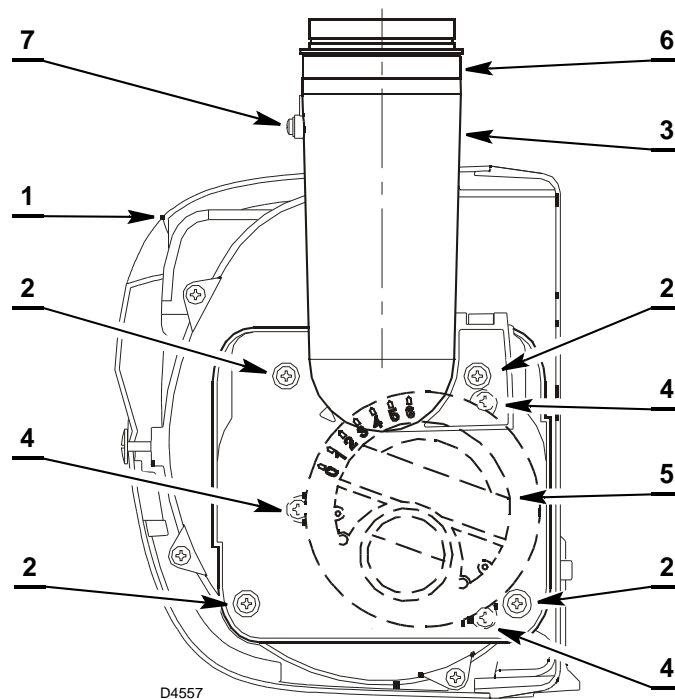

Fig. 18
Según la potencia del quemador, es necesario que regular el aire girando el aductor 5) (Fig. 18) y después el regulador 6).
- Quitar la envolvente del quemador 1) (Fig. 18), aflojar los cuatro tornillos 2) y quitar el grupo cárter 3).
- Aflojar el tornillo 7) (Fig. 18), girar el regulador 6) hasta la posición deseada según los valores que figuran en la Tab. A pág. 17.